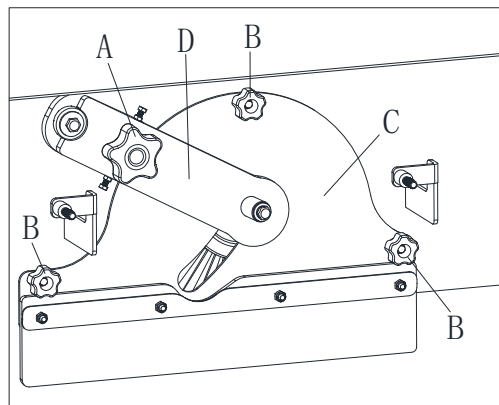

Figura 23
4. Deșurubați butonul-șurub (A, Figura 23) și scoateți suportul butucului de acționare (D, Figura 23).
5. Deșurubați butoanele-șurub (B, Figura 23) și scoateți capacul compartimentului pentru peri (C, Figura 23).
12. Instalați suportul butucului de acționare (D, Figura 23) prin strângerea butonului-șurub (A, Figura 23).